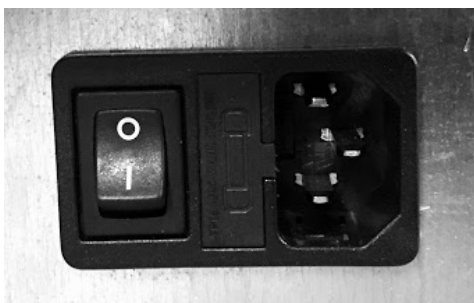

Fig. 31 - Toma de corriente con interruptor general
- Conectar el cable de alimentación primero en la parte posterior de la estufa (véase **Fig. 31**) y después en una toma de corriente en la pared.
- El interruptor general 0/I (véase **Fig. 31**) tiene que ser activado sólo para encender la estufa, en caso contrario es aconsejable dejarlo apagado.